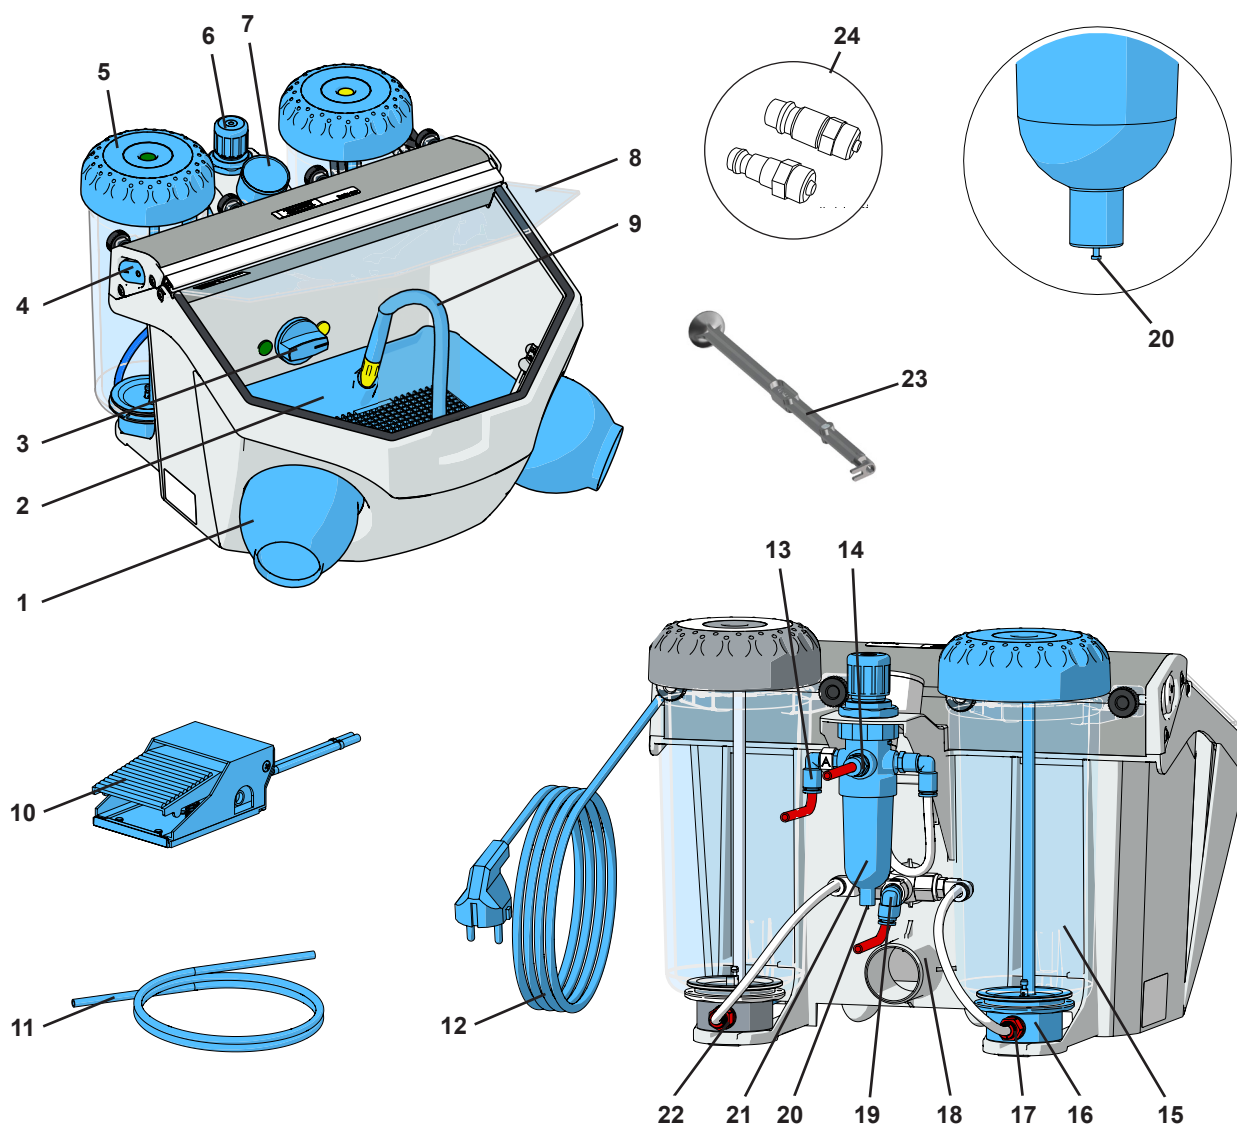

Fig. 1
- ⇒ Dérouler le câble d'alimentation (12, Fig. 1).
- ⇒ Glisser le tuyau d'aspiration du système d'aspiration sur le tube d'aspiration (18).
⇒ Actionner la commande à pied (10, Fig.1).